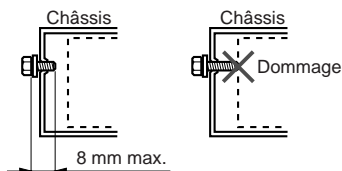

Figure 4
5. Pour l'installation utilisez exclusivement les vis fournies. Le fait d'utiliser d'autres vis risquerait d'endommager l'appareil. (Figure 4)